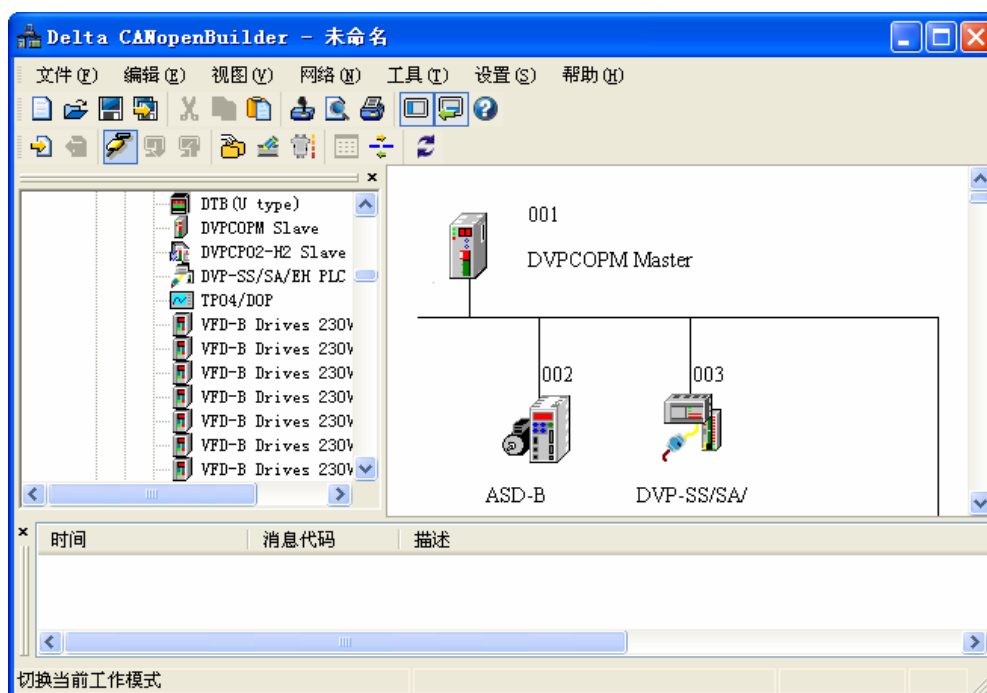

图 4-7
(6) 正常情况下，扫描结束后，可以出现如图 4-7 所示的 CANopen 网络中主站和所有从站的图标。